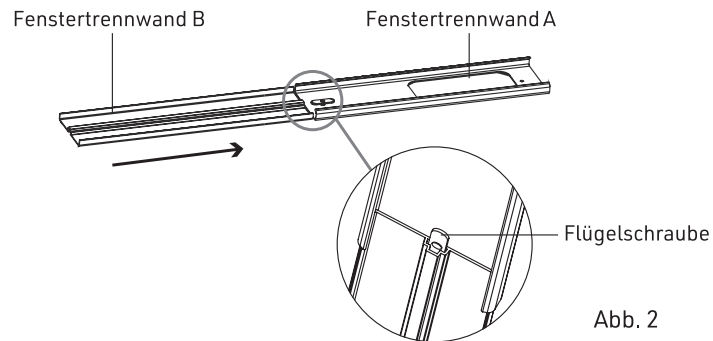

Abb. 2
- 3.) Wie in Abb. 2 gezeigt, setzen Sie die Fenstertrennwand B von der Seite in die Fenstertrennwand A ein (der Flügelschraubenkopf muss in den Schlitz der Fenstertrennwand B gesteckt werden) und passen Sie die Montagelänge nach Bedarf an;